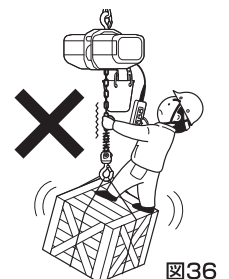
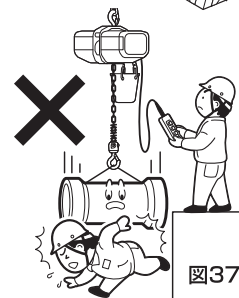
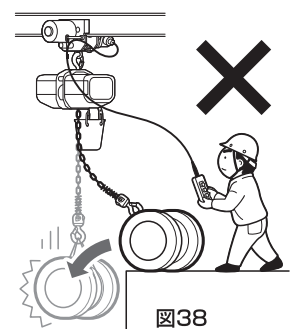

図36
図37
図38
- (1)電気チェーンブロックを設置する場所に十分な強度があることを確認してください。
- (2)定格荷重を超える荷は、絶対につらないでください。
- (3)損傷を受けたり、異音や異常振動がする電気チェーンブロックを運転しないでください。
- (4)つった荷に人は乗らないでください。また、人の乗る用途には絶対に使用しないでください。（図36）
- (5)つり荷の下に入らないでください。
- (6)つり荷の動く範囲に人がいるときは、運転しないでください。
- (7)人の頭上を越えて荷を運転しないでください。（図37）
- (8)上下フックに損傷や変形があるものは使用しないでください。
- (9)フックの外れ止め金具が破損したままでは絶対に使用しないでください。
- (10)ロードチェーンが変形したり傷ついたチェーンブロックは絶対に使用しないでください。
- (11)ロードチェーンを鉄板等の角に当てて操作しないでください。
- (12)ロードチェーンを荷に巻き付けて使用しないでください。
- (13)わずかな高さ・段差でも荷がガタンと落下するような衝撃荷重操作は絶対にしないでください。（図38）
- (14)使用前にブレーキの動作を確認し、ブレーキが確実に作動しないときは運転しないでください。
- (15)ロードチェーンに次の異常があるときは絶対に使用しないでください。